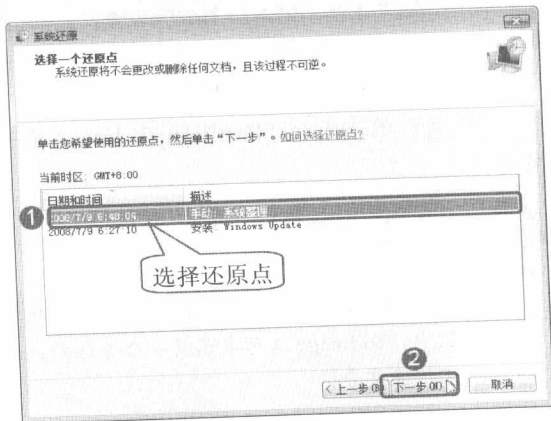

图 10-10 单击“下一步”按钮
步骤③ 在还原点列表中显示了所有的还原点，包括系统自动创建的和用户创建的。选择一个还原点，然后单击“下一步”按钮，如图10-10所示。